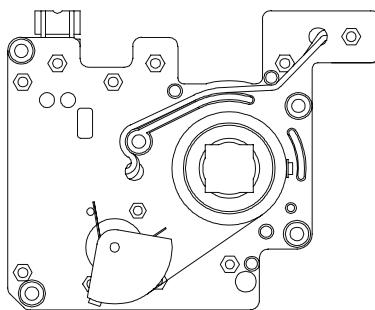

РИСУНОК 3. Вид снизу крепежной пластины в сборе, показан вал и потенциометр в среднем положении, готовые к установке на привод в среднем положении
2.1.5. Обратите внимание на доступный диапазон перемещения вала позиционера, ограниченного правильной работой секторного колеса потенциометра, приводимого в движение перемычкой из нержавеющей стали (см. рисунок 3).